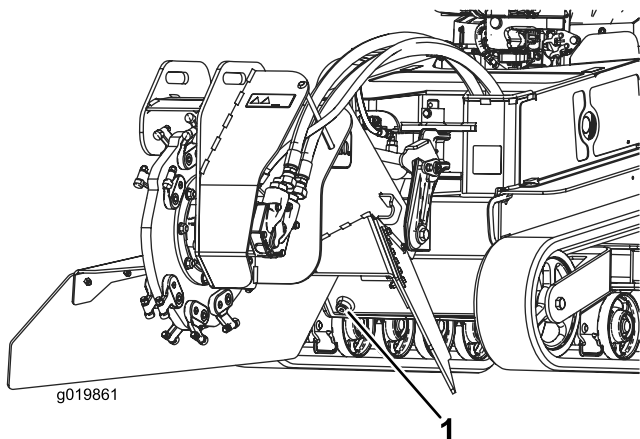

Figura 61
- Retire o tampão de escoamento do depósito hidráulico e deixe o fluido escorrer para o recipiente (Figura 61).